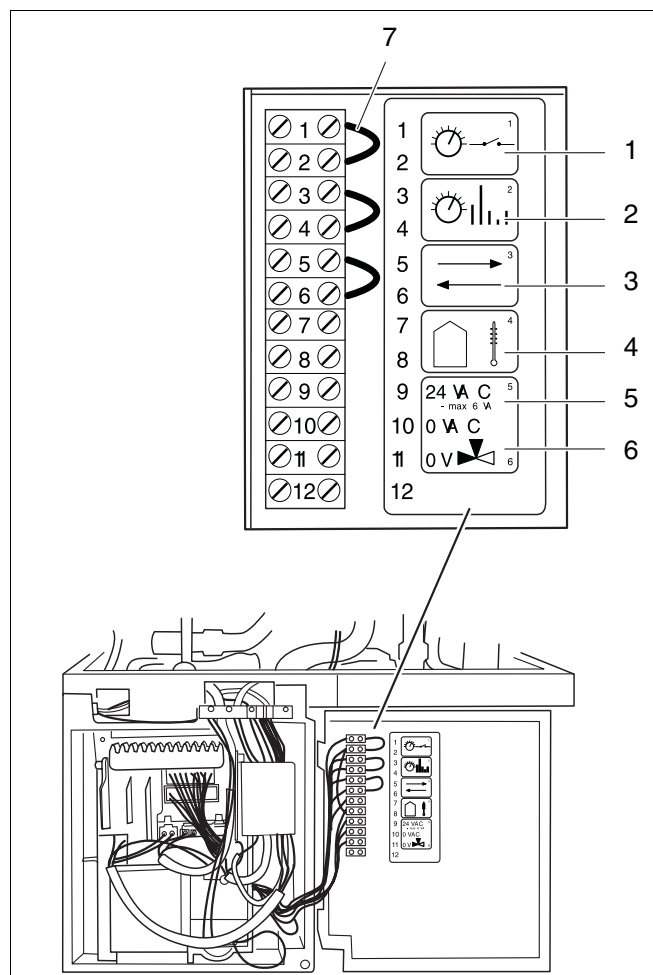

Abb. 10 Anschluss Regelgerät
- Brücke (Abb. 10, Pos. 7) entfernen und Regelgerät an der Klemmleiste nach Schaltplan anschließen.
Soll der Heizkessel ohne Regelung vorübergehend in Betrieb genommen werden, nichtleitende Brücke (Abb. 10, Pos. 7) in Klemme 1 – 2 durch eine leitende Brücke ersetzen und Vorlauftemperatur und benötigte Heizleistung am UBA einstellen.